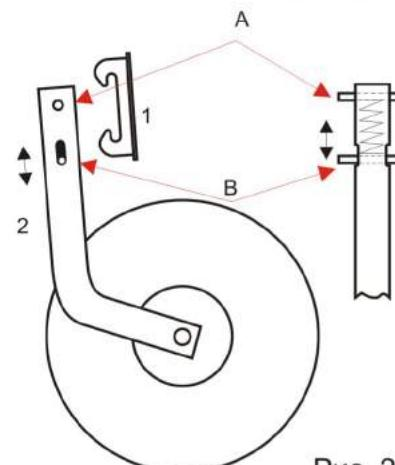

Рис. 2
Шасси состоят из фланцев-опор (1 Рис.2), которые крепятся к транцу лодки, и стоек с пружинным механизмом и пневматическими колесами (2 Рис. 2).
2. Стойки соединяются с фланцами путем совмещения штифтов стоек (A и B на Рис. 2) с соответствующими пазами на фланцах. Принцип прост и понятен интуитивно. Упереть фиксированный штифт в паз, оттянуть пружинный штифт и, направив в другой паз, отпустить. При переводе в нерабочее состояние проделать то же самое в другом направлении.